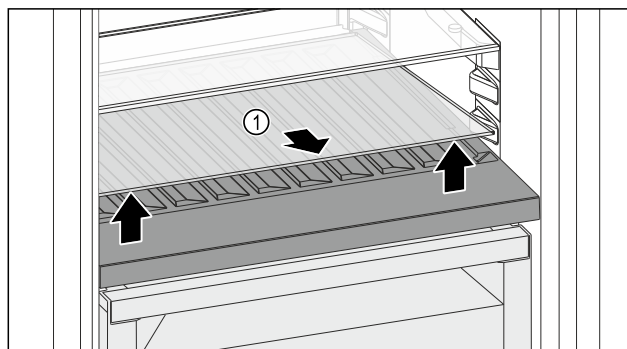

Fig. 96
- ▶ 抬起前部槽上的玻璃隔板 Fig. 96 (1) 并取出。
- ▶ 将玻璃隔板 Fig. 96 (1) 稳妥地放在冰箱外。